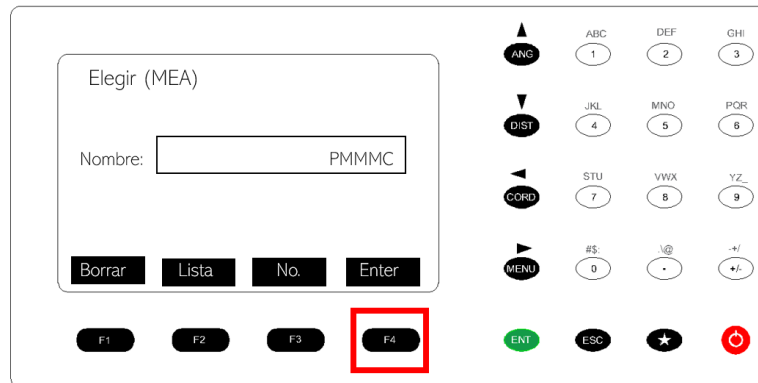

Figura 62. Configuración de la estación total.
17. Presionar botón 1. Levantando. Figura 62.
18. Seleccionar el proyecto en el que se está trabajando o en su defecto crear un nuevo proyecto. Y presionar F4 Enter. Figura 62.